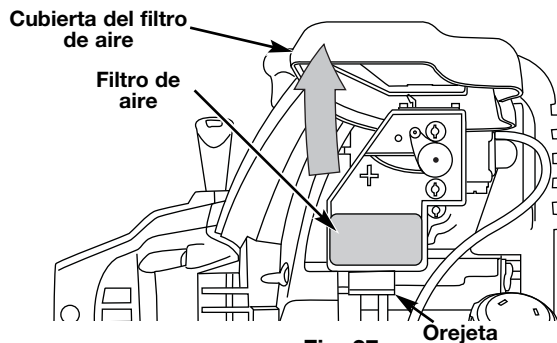

Fig. 27
2. Retire el filtro de aire (Fig. 27).
6. Vuelva a colocar el filtro (Fig. 27).